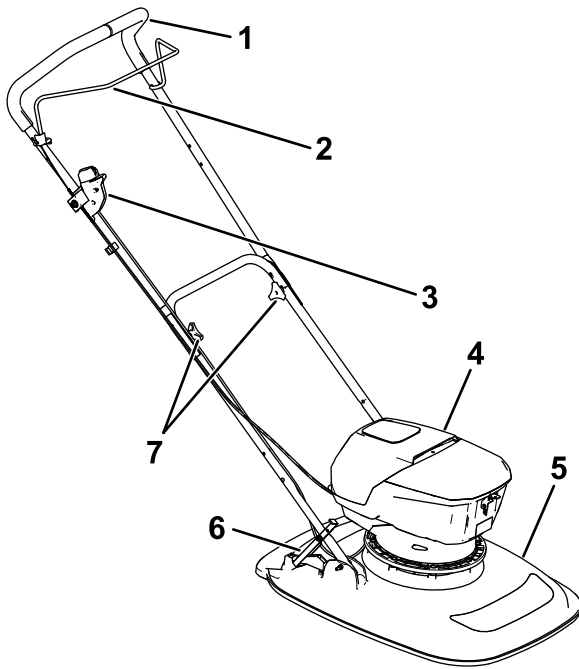

Figur 12
1. Monter den elektriske startknappen på håndtaket som vist (Figur 12).